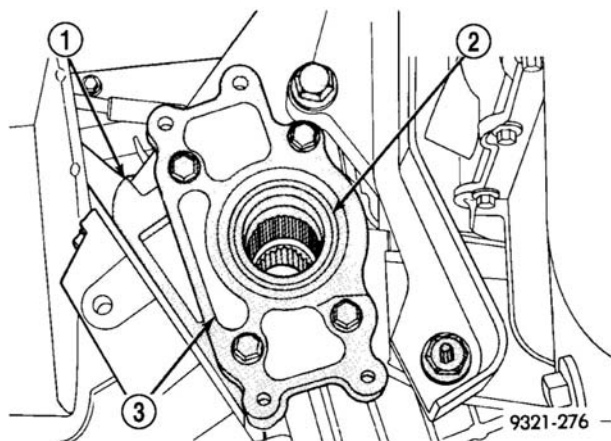

图 16 变速驱动桥差速器壳油封
(1) 从车上拆卸 P. T. U.。
(2) 用撬棒从固定板取下油封（图 16），注意勿损坏油封颈部。